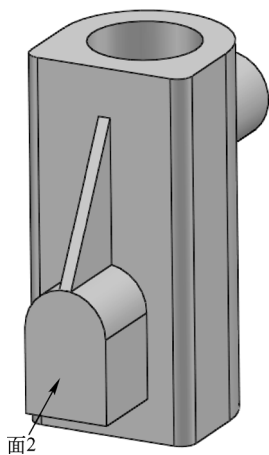

图 12-77 选择草绘面
**05** 绘制草图。在视图选择图 12-77 所示的面 2 作为绘制图形的基准面。单击“草图”控制面板中的“圆”按钮，在面 2 圆心处绘制直径为 16mm 的圆。